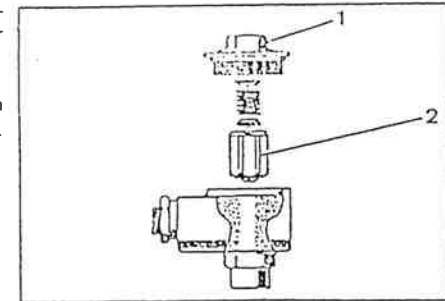

Bild 6-2
- Oberteil (Bild 6-2/1) vom Rückschlagventil abschrauben und Ventilkörper (Bild 6-2/2) abnehmen.